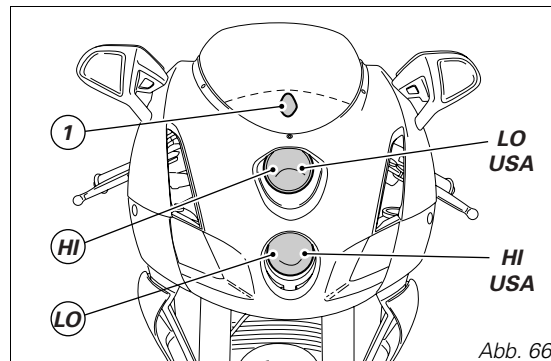

Abb. 66
Auf der Abb. 66 wird die Position der Glühbirne des Abblendlichts (LO), des Fernlichts (HI) und des Standlichts angegeben.